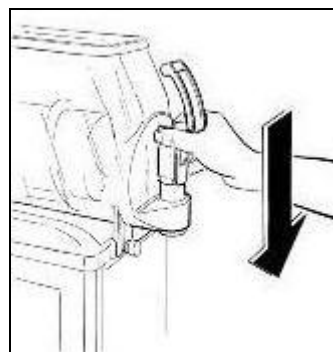

Abb. 26
- Bestreichen Sie den Ausgabehahn dünn mit Vaseline, um den Einbau zu erleichtern, und schieben Sie ihn bis zum Anschlag ein (Abb. 26).